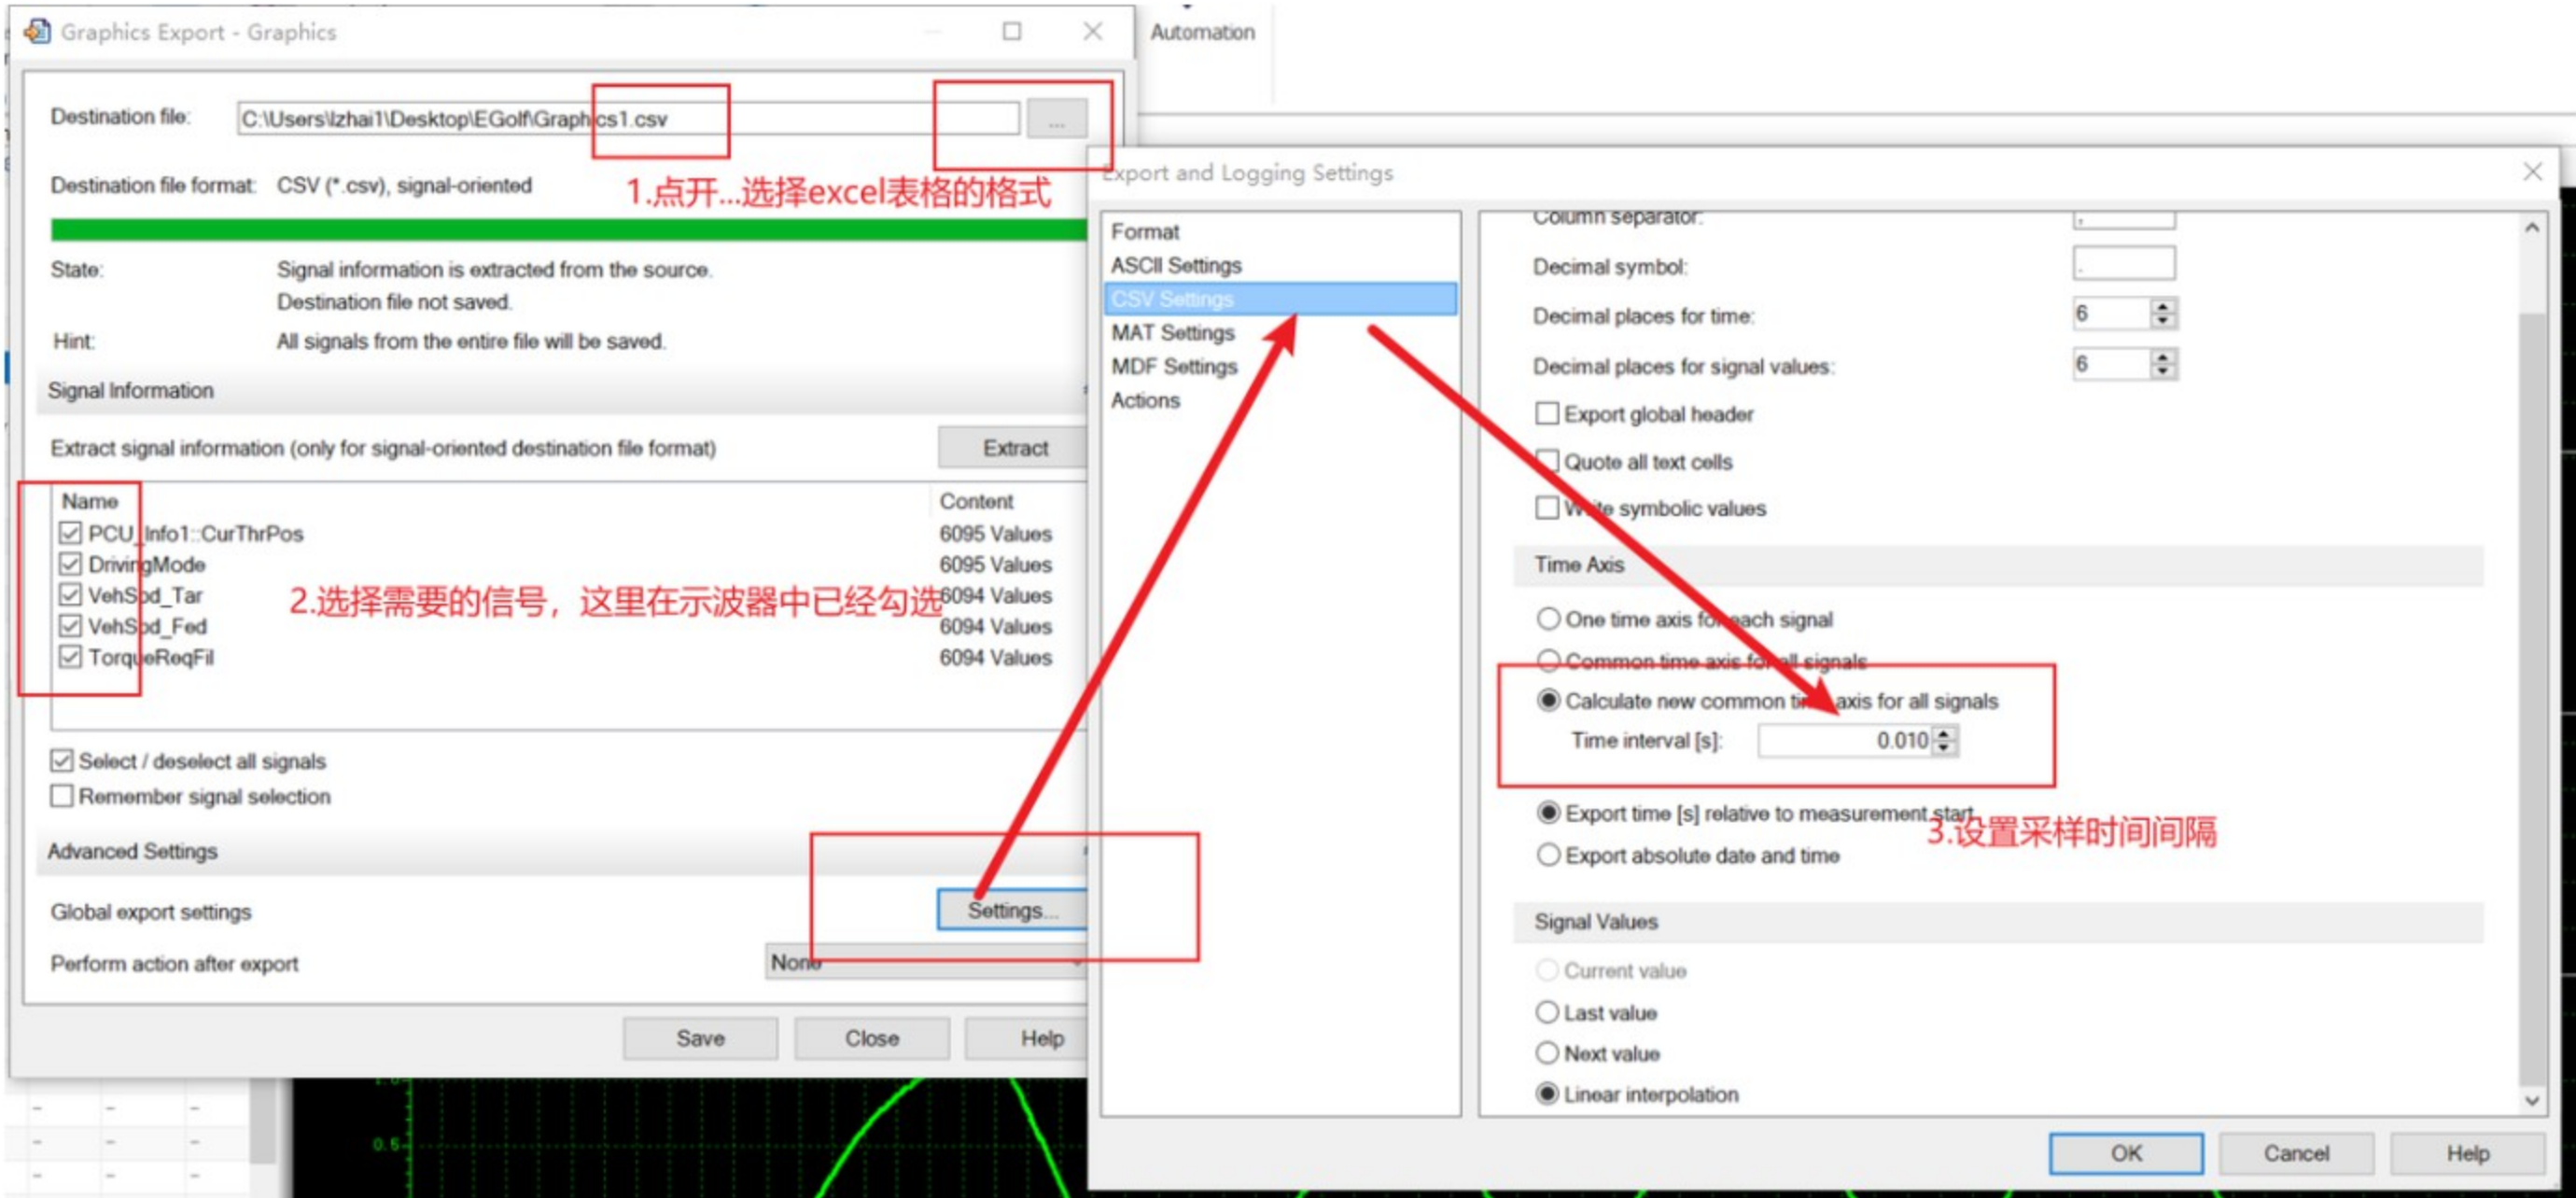

图4
- 3.之后进行如图4的设置，确保是excel格式，采样均匀（这里设置为0.01s）,当然也可以选择其他格式；